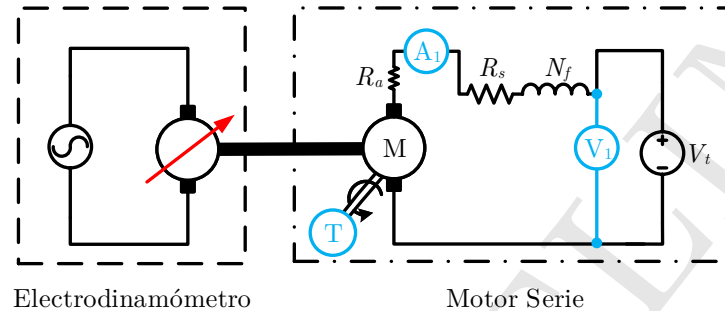

Figura 2: Motor serie acoplado a un electrodinamómetro.
1. Armar el sistema mostrado en la Figura 2. **Antes de acoplar el electrodinamómetro, incrementar gradualmente el voltaje en terminales del motor para verificar que el sentido de giro del motor corresponda con el indicado por el electrodinamómetro. Para invertir el sentido de giro se debe invertir la polaridad del campo o de la armadura.**